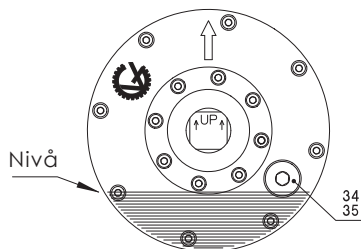

Fig. 3b
2. Roter trummotorn tills påfyllningspluggen (pos. 34) är i läget klockan 6.
5. Fyll på trummotorn med den rekommenderade typen och mängden olja. Den radiella pilen på trummans kapselmutter där påfyllningspluggen sitter måste peka uppåt för att man ska kunna kontrollera rätt oljenivå. När pilen är i läget klockan 12 ska oljan bara precis "gräta" lite ur påfyllningspluggens hål (se fig. 3b).
6. Sätt tillbaka påfyllnadspluggen och byt ut kopparbrickorna (pos. 35). Se konstruktionen på sid. 22-24.